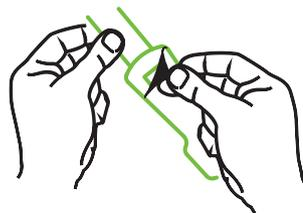

Abbildung 13-10 Entfernen der Schutzfolie vom Sensor
- 2 Entfernen Sie die Schutzfolie vom Sensor (Abbildung 13-10).